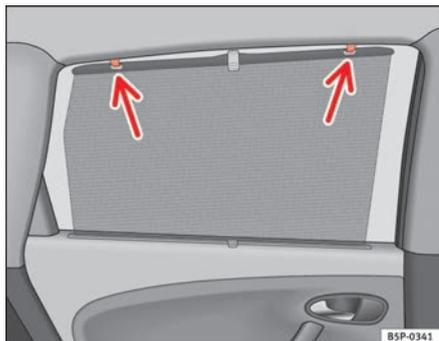

Fig. 84 Store de portière arrière
- Tirez le store et attachez-le aux crochets situés sur la partie supérieure de la portière ⇒ fig. 84. ■